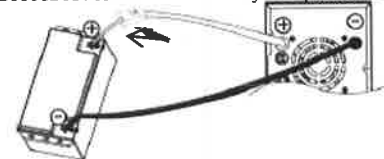

Рисунок 1
**Шаг 1:** Установите автоматический выключатель постоянного тока в цепи, в составе электрической линии, присоединенной к положительному полюсу аккумулятора. Автоматический выключатель постоянного тока должен быть рассчитан на силу тока, соответствующую току, даваемому аккумуляторной батареей инвертора (50 А). Автоматический выключатель должен находиться в отключенном положении (смотрите рисунок 1).
1) **Присоединение одиночной аккумуляторной батареи (смотрите рисунок 1):** при использовании одиночной аккумуляторной батареи напряжение на ее контактных клеммах должно соответствовать номинальному напряжению постоянного тока изделия (смотрите ниже Таблицу 1).